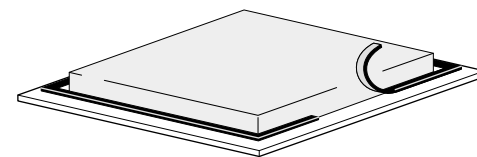
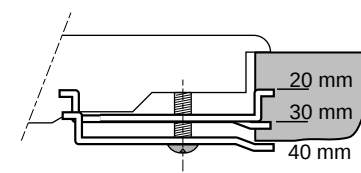

fig. 5
fig. 6
- Zaag een gat in het aanrechtblad met de afmetingen zoals aangegeven in illustratie 2. Plak de strookjes kit aan de onderkant van de kookplaat (zie fig. 5) en plaats deze in het gezaagde gat. Zet de kookplaat vast in het aanrechtblad door de 4 klemmen aan te draaien (zie fig. 6).